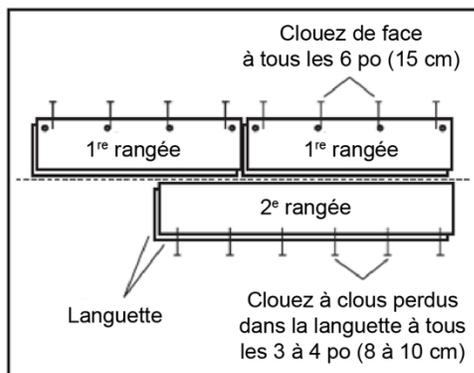

Figure 6
- Utilisez les planches les plus longues et les plus droites disponibles pour les deux premières rangées. Alignez la languette de la première rangée sur la ligne de craie. La rainure devrait faire face au mur de départ. Prépercez des trous de 1/2 po (13 mm) à partir du bord arrière (côté rainure) à partir de 1 à 2 po (2 à 5,5 cm) de chaque extrémité, à des intervalles de 6 po (15 cm) dans la mesure du possible (**Figure 6**). Fixez ces planches en utilisant des clous de finition 4 or 6d ou des clous de finition / à tête perdue pneumatiques de 1 po (2,5 cm). Noyez la tête des clous.